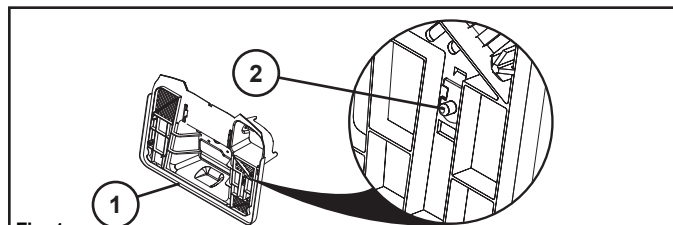

Fig. 1
- Stå bakom traktorn med påsen avlägsnad från den bakre plåten (1), och identifiera omkopplaren för påsen-full (2) . (se Fig 1)